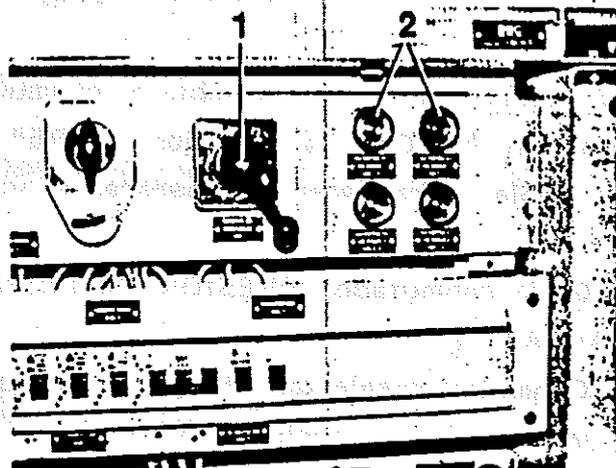

Figura 30 Selector de cambio de la relación de engranajes en la pared posterior de la cabina 1 (AR 1)
ADVERTENCIA: El conmutador Marcha/Freno debe hallarse en posición "M". Poner el selector de cambio de la relación de engranajes (Figura 30/1), que se halla en la pared posterior de la cabina 1, en la posición GV o PV.
ADVERTENCIA: Durante la conmutación se encienden las lámparas de control (Figura 30/2), de manera que las lámparas superiores de control señalan la conmutación en el bogie 1 y las inferiores en el bogie 2.
- Llevar el selector de cambio de la relación de engranajes (Figura 30/1) a la posición de impulso "E" y aguantarlo allí hasta que se apague la lámpara de control.